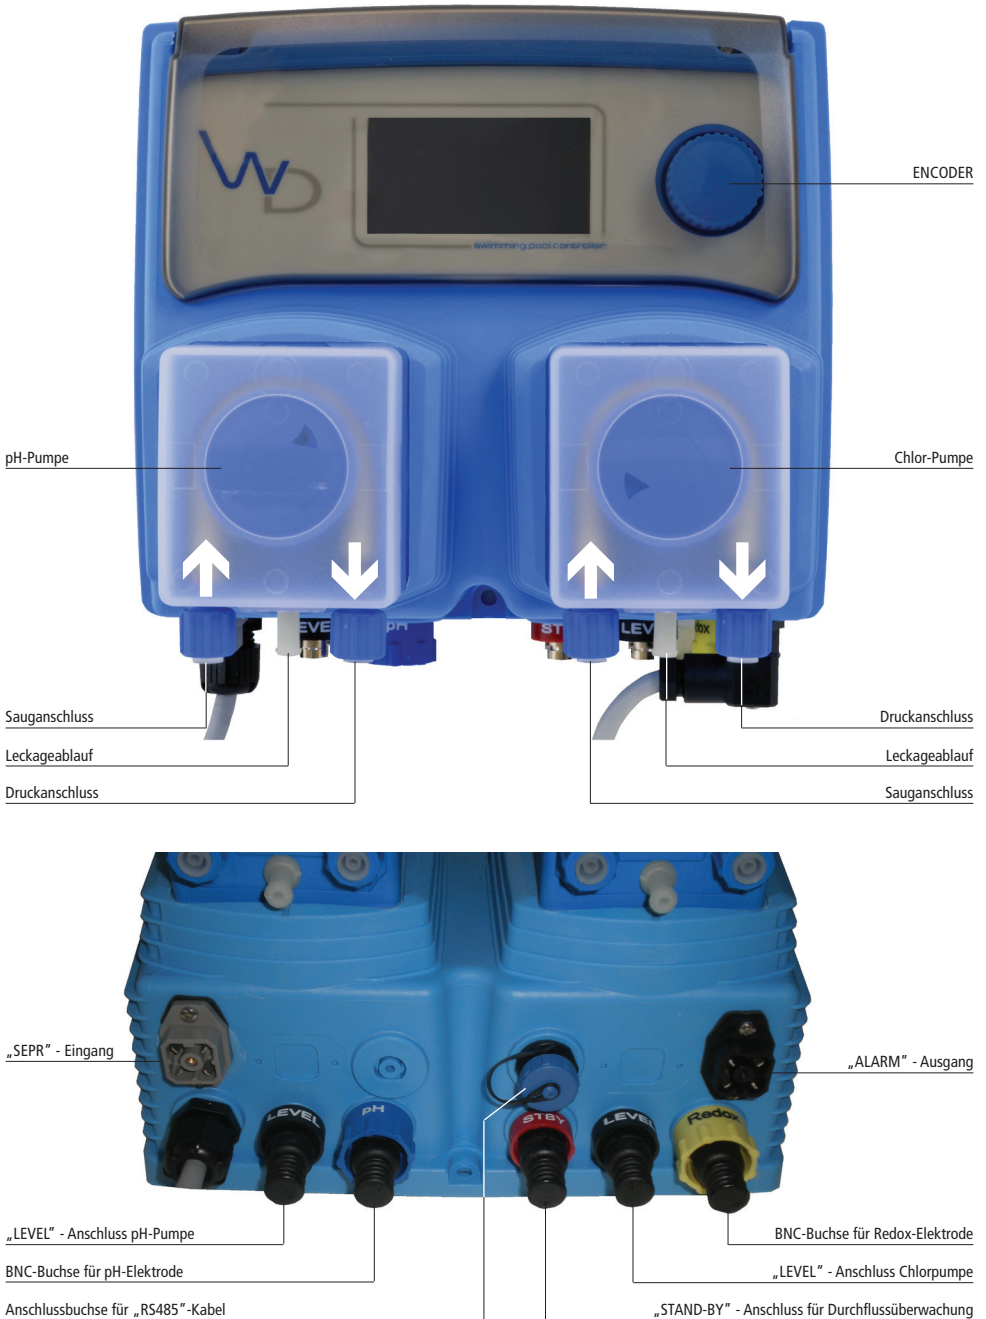

Abb. 2.3 Gerätebeschreibung
- Drehen Sie die Überwurfmutter der Schlauchanschlüsse (siehe Abb. 2.3) mit den darin liegenden Klemmrings ganz ab.
- Schließen Sie den BNC-Stecker des Leermelders an den Anschluß „LEVEL“ der Dosierpumpe an (siehe Abb. 2.3).